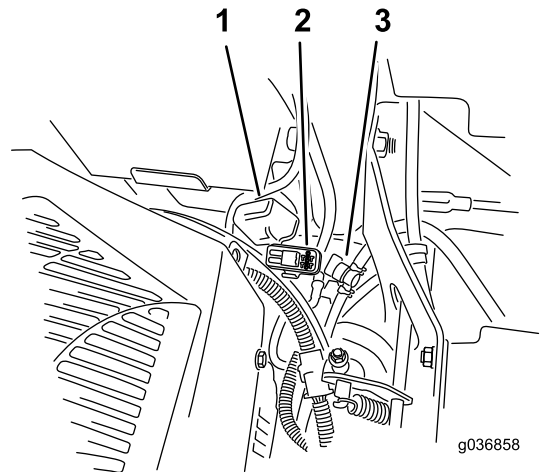

Figure 64
Remarque: Pour les tondeuses MyRide, assurez-vous que le câble de masse ne frotte pas contre le bras tiré ou le support inférieur de l'amortisseur (Figure 64).
Les fusibles sont situés sur la console droite, près du siège (Figure 64).
2. Remplacez le fusible (Figure 64).